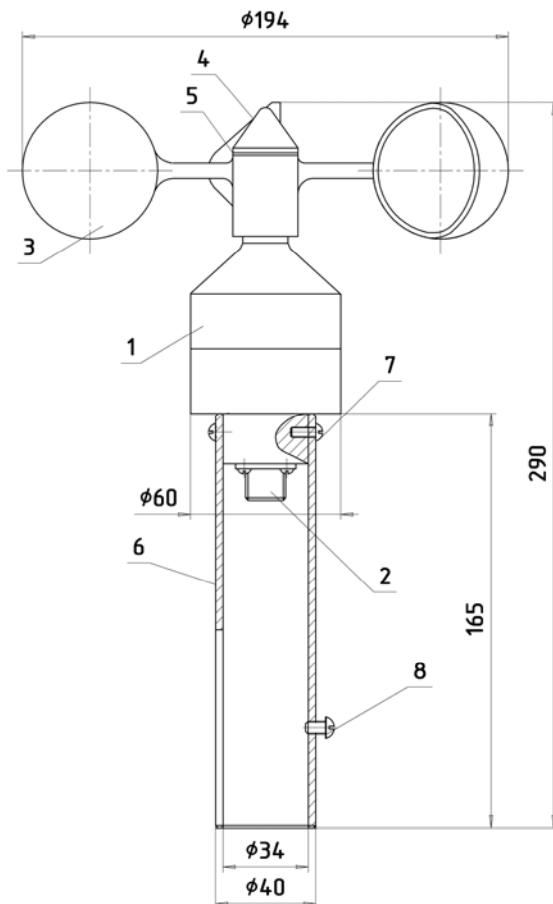

Рисунок 1 Датчик скорости ветра.
4.2.1 Датчик скорости ветра (рисунок 1) состоит из преобразователя (1), в нижней части которого находится разъем (2) для подключения соединительного кабеля. На ось преобразователя устанавливается крыльчатка (3) и фиксируется колпачком (4) через уплотнительную шайбу (5). Собранные таким образом детали датчика помещаются в специальную трубу (6) и зажимаются винтами (7). Для крепления датчика на объекте используется стопорный винт (8).
6.1.2 Произвести сборку датчика скорости ветра (рисунок 1), для чего к разъему (2) датчика подключить соединительный кабель, предварительно пропустив его через трубу (6), и закрепить корпус преобразователя к трубе двумя винтами (7); затем установить на ось преобразователя (1) крыльчатку (3) и закрепить ее колпачком (4), предварительно установив уплотнительную шайбу (5).